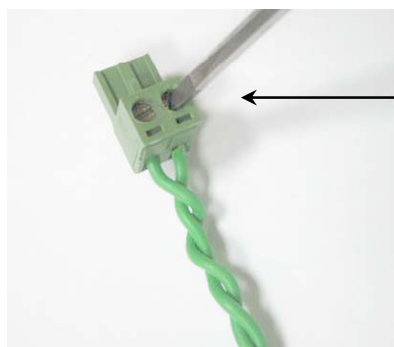

Figure 1.40
- A l'emplacement du commutateur de périmètre, coupez le câble périphérique libre de manière à ce que les deux fils soient de longueur identique, et retirez tout fil en excès. Dénudez 5 mm (0,2 pouce) d'isolation de l'extrémité du câble. Introduisez l'extrémité du câble dans le trou libre du connecteur et serrez les vis, comme indiqué dans la Figure 1.40.